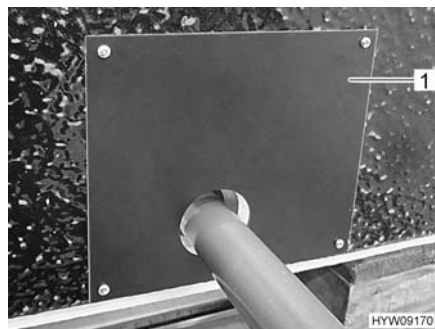

Fig. 161 Copertura (vano del serbatoio delle acque grigie)
- Rimuovere la copertura (Fig. 161,1) del serbatoio delle acque grigie.
- Posizionare la copertura (Fig. 161,1).